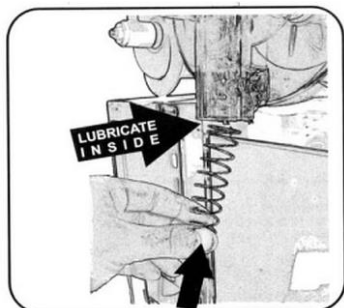
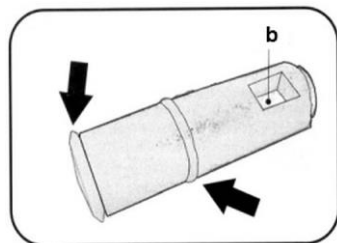

Fig. 38
Fig. 40
1. Antes de instalar os elementos de purga, humedeça as juntas de drenagem (fig. 38) e as juntas (fig. 40).
3. Ao inserir o pino, certifique-se de que o pequeno orifício (ver Fig. 40) está diretamente à sua frente.